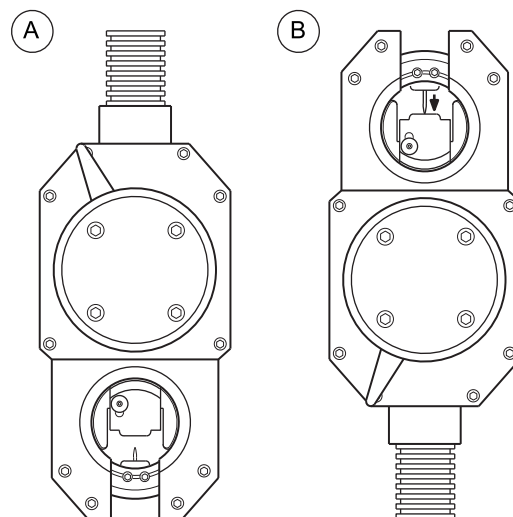

図 10：アーク・ギャップを設定する
2. アーク・ギャップ・ゲージをローターに差し込みます。図 10 (A) をご参照ください。
3. ウェルド・ヘッドを上向きに傾けます。電極固定ねじを緩めると、アーク・ギャップ・ゲージ表面上に電極が落下します。図 10 (B) をご参照ください。